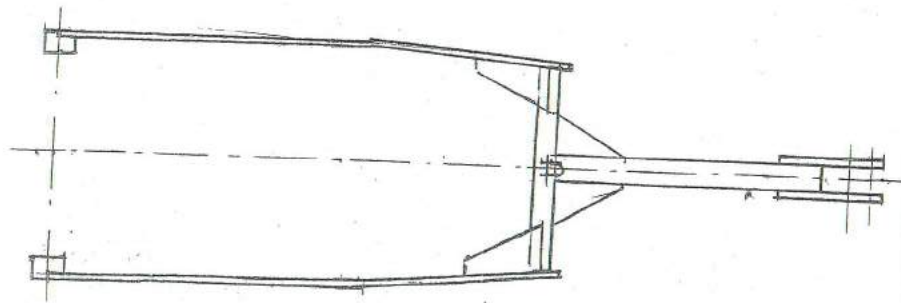
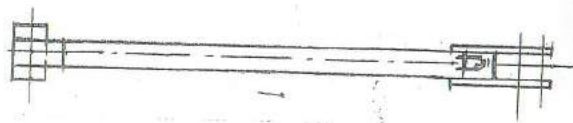
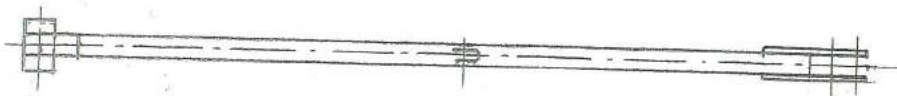

Рис.5
Рис.7
Рис.8
- 3.7 Грядилы: обводной (рис. 5), односторонние правый, левый (рис. 6,6а), короткий (рис. 7) и длинный (рис. 8) являются переходным звеном между рабочими органами и рамой.